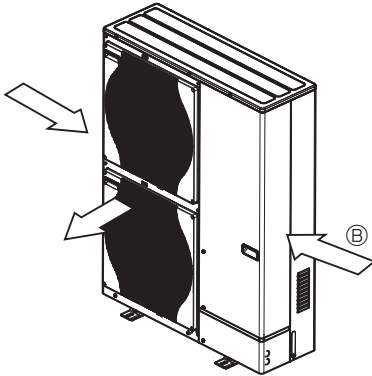

Fig. 2-5
- ③ Sijoita yksikkö siten, että ulos tuleva ilma virtaa kohtisuoraan vuodenajalle tyypillisen tuulensuunnan suhteen, mikäli vain mahdollista. (Fig. 2-5)